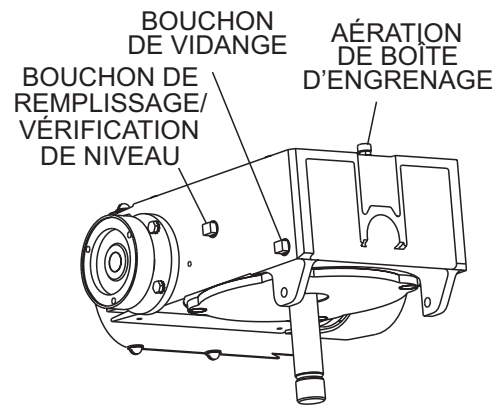

Figure 6. Bouchons d'huile de boîte d'engrenage/hublot
1. Vérifier le niveau d'huile de boîte d'engrenage dans les deux boîtes d'engrenage en retirant le bouchon de niveau et en s'assurant que le niveau d'huile est correct. Voir la figure 6.
2. Remplir la boîte d'engrenage au niveau exact du bouchon de remplissage (figure 6) avec 2 L (69 oz) d'huile Mobil ISO VG 640 SCH 634.